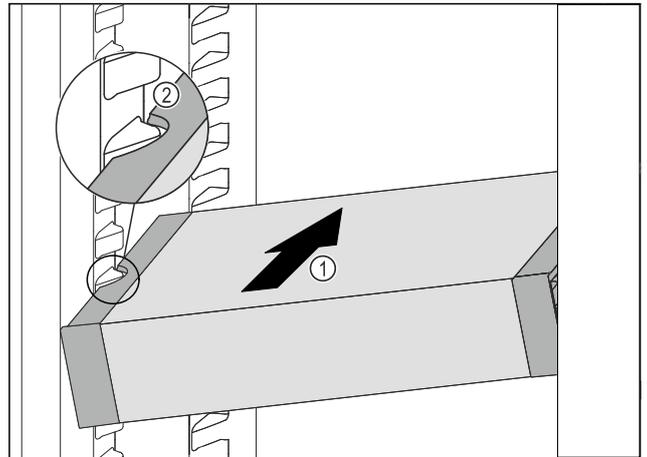

Fig. 31
- ▶ Inserte el VarioSafe en el compartimento frigorífico en ángulo Fig. 31 (1), hasta que las cavidades laterales Fig. 31 (2) del VarioSafe estén al mismo nivel que la ranura del recipiente en el compartimento frigorífico.